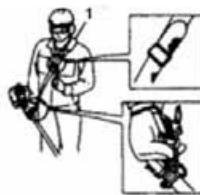

Fig.BC7
4.3- Utilisation du harnais (Fig.BC7) et Dégagement d'urgence (Fig.BC8)